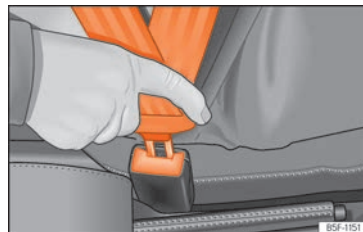

Fig. 10 Inserir a lingueta do cinto de segurança no fecho correspondente.
- Encaixe a lingueta no fecho do respetivo banco » » » **Fig. 10.**